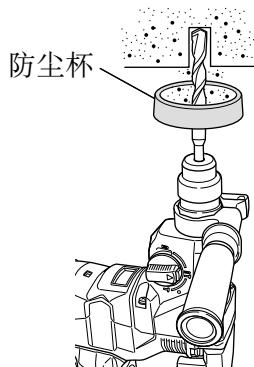
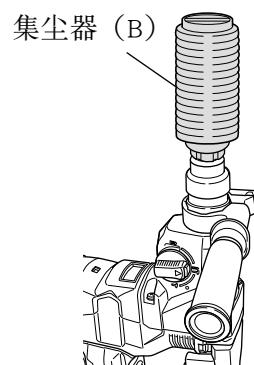

图 13
图 14
4. 安装集尘杯和集尘器 (B) (选购附件) (图 13、图 14)
请按照图 13 所示方法，将集尘杯装在钻头上使用。使
将集尘器 (B) 从钻头的顶端插进去 (图 14)。